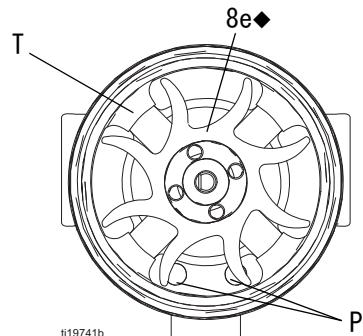

図 38 ファンの向き
7. ファンの端が上向きの状態で、コイルアセンブリ (8a) を作業台で保持します。マイナスドライバを使用して、ファン (8e) をシャフト (S) から引き離します。
10. 新しい下の軸受 (8b1) をシャフト (S) の長い側に取り付けます。ベアリングのより平たい側は、マグネット (M) の反対側に向ける必要があります。ベアリングブレードがコイル (8a) の表面に対して平坦になるように、コイルに取り付けます。
12. ファンの端が上向きの状態で、コイルアセンブリ (8a) を作業台で保持します。ファン (8e.) をシャフト (S) の長い側に押しつけます。ファンの羽根の向きは、図 38 に示すとおりになっている必要があります。